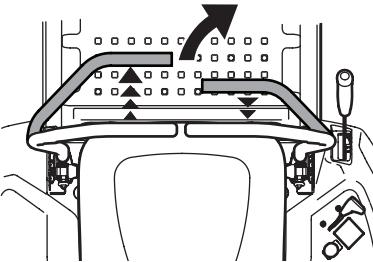

Figure 25
- Pour tourner à droite, déplacez le levier de contrôle de conduite droit en arrière du levier gauche. Consultez la Figure 25.